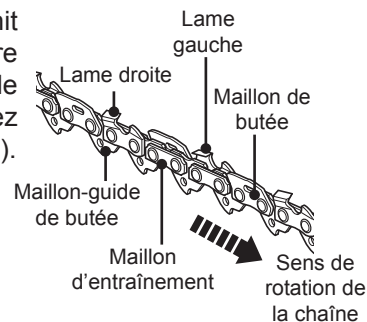

Fig. 42
- > La profondeur de coupe se définit par la différence de hauteur entre les dents et la rainure. Lors de l'affûtage de la chaîne [3], prenez note des points suivants (Fig. 42).